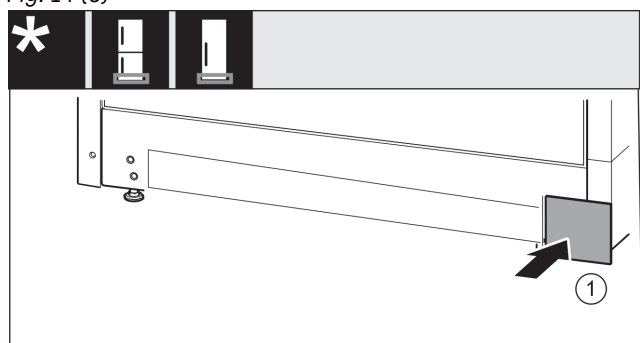

Fig. 15
- Pange kate teisel küljel taas peale. Fig. 15 (1)